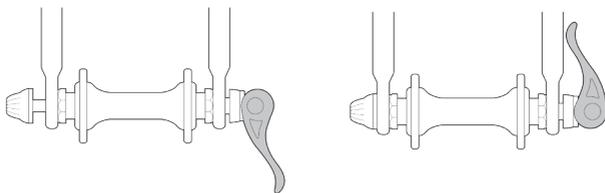
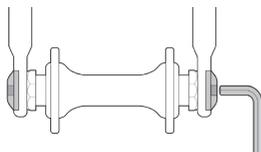
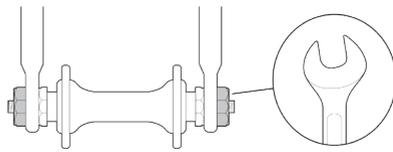
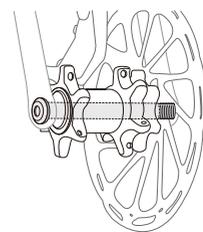

Figura 5
Figura 6
Figura 7
Figura 8
Esistono diversi metodi per fissare le ruote al telaio, il modo tradizionale ancora applicato alle bici con freno a pattino (vedi Figura 5), il dispositivo di bloccaggio a sgancio rapido (QR). Può essere trovato sulle bici lifestyle da pendolare (vedi Figura 6), sull'asse e sul dado dell'asse (vedi Figura 7). Il modo moderno sulla maggior parte delle bici con freno a disco (vedi Figura 8), perno passante.